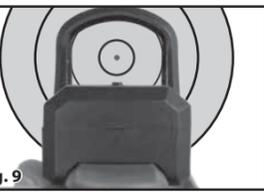

Fig. 9
6. Une fois le réglage de la dérive et de la hauteur effectué tel que désiré, faites un tir d'essai supplémentaire si cela peut se faire en toute sécurité. Continuez de régler et de faire des essais de tir jusqu'à ce que le point d'impact du projectile soit au centre de la cible alors que le point rouge est situé au centre de la cible (Fig. 9). Ce processus est essentiel pour assurer un tir précis.